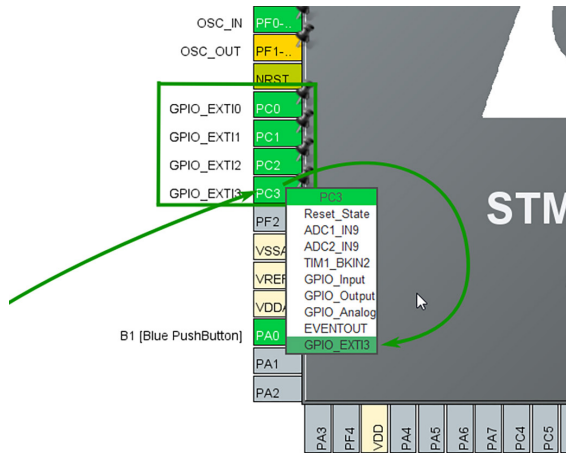

Рис. 4.9. Выбор режима внешнего прерывания
2. Перейдите на вкладку «Pinout & Configuration» и выберите для выходов PC0-PC3 режим внешнего прерывания GPIO_EXTI<N> (рис. 4.9).